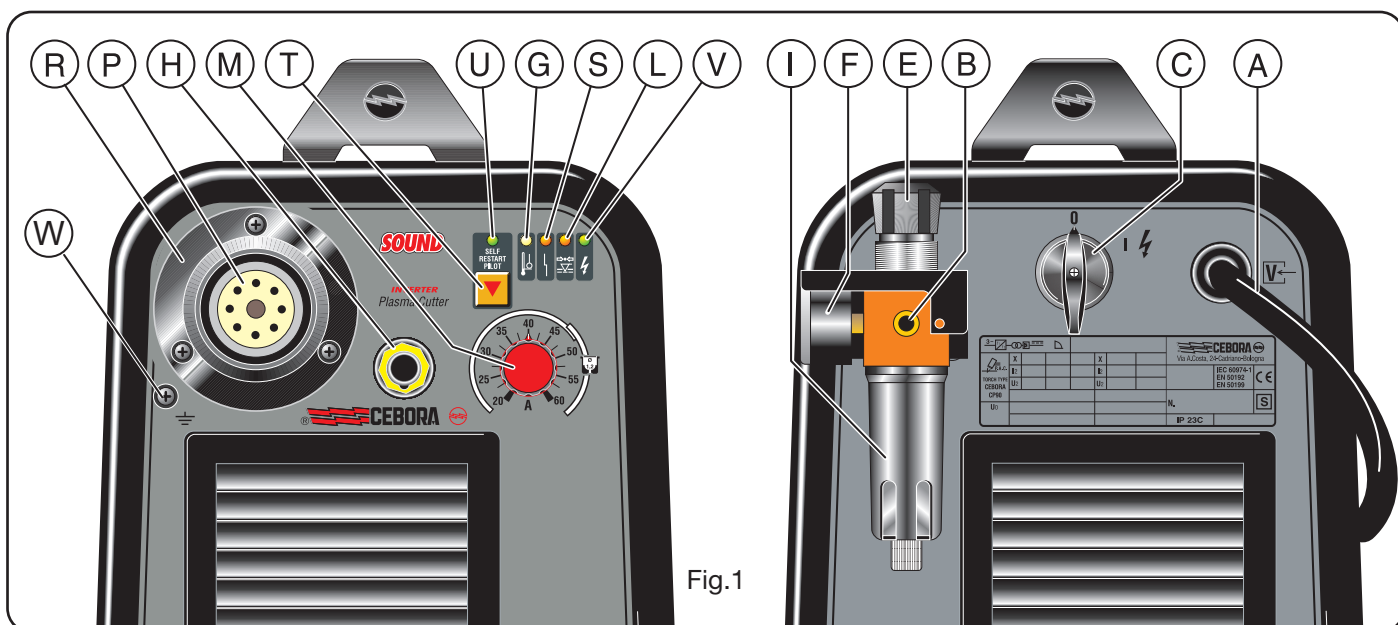

Fig.1
Også selvom apparatet er udstyret med en automatisk anordning til afløb af kondens, der aktiveres hver gang man lukker lufttilførslen, vil det være hensigtsmæssigt jævnligt at kontrollere, at der ikke er kondensrester i ventils vandudskiller **I** (fig.1).
### 2.1 MONTAGE SNIJTOORTS (Fig. 1)
1) Deze beveiliging voorkomt overbelasting. De overbelasting wordt aangegeven doordat de led **G** (zie fig.1) continu gaat branden.
Deze veiligheid is op de snijtoortsvoeding aangebracht, en voorkomt dat het apparaat functioneert bij een te lage luchtdruk. De beveiliging wordt aangegeven doordat de led **L** (zie fig.1) gaat branden.